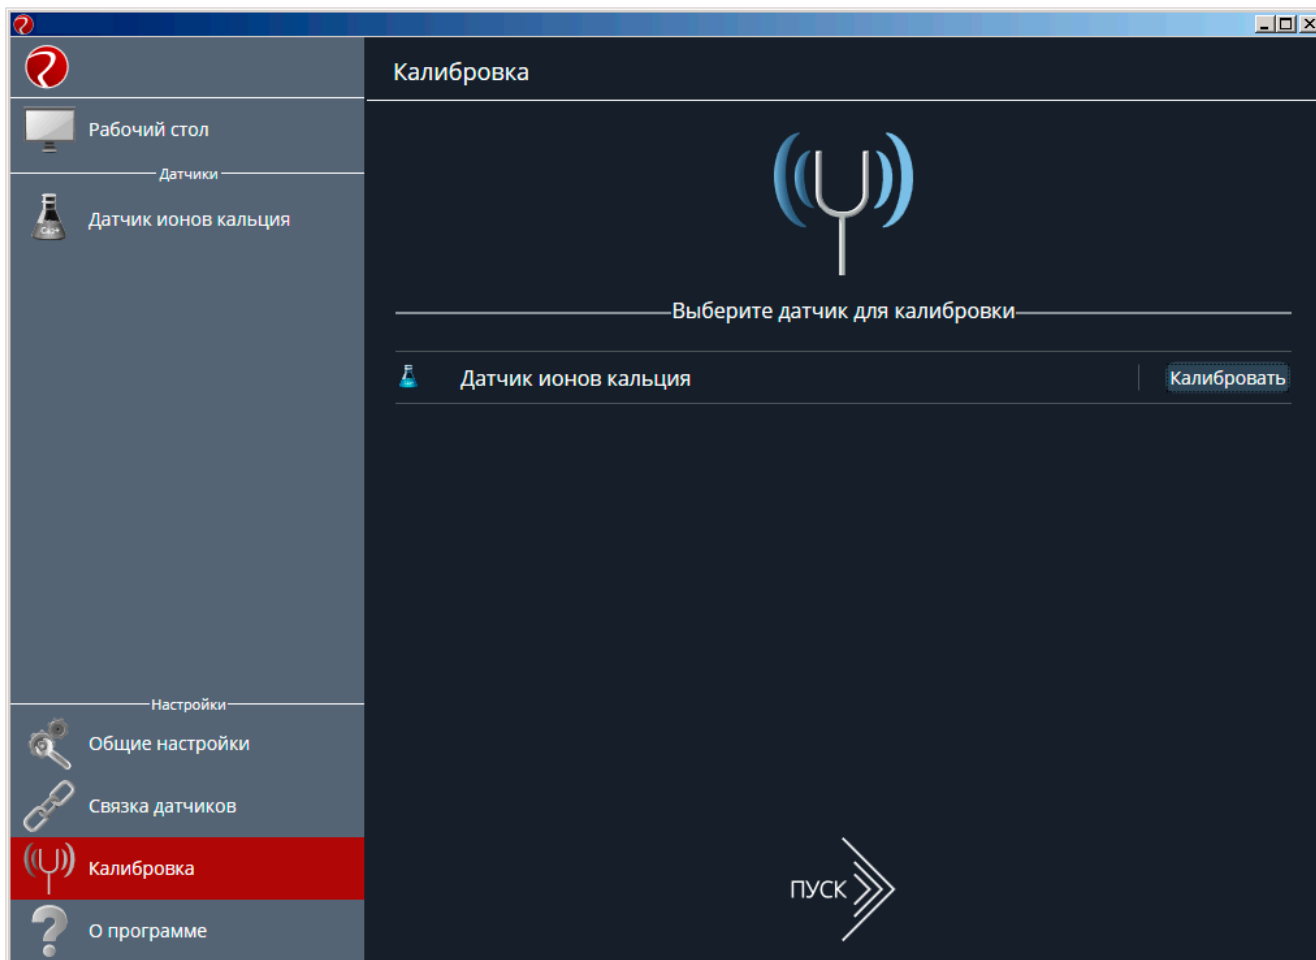

Рисунок 2 – Окно выбора калибруемого датчика
- 6) На панели «Настройки» выбрать пункт меню «Калибровка». В появившемся списке датчиков выбрать режим «Калибровать» для датчика ионов кальция (рис. 2).